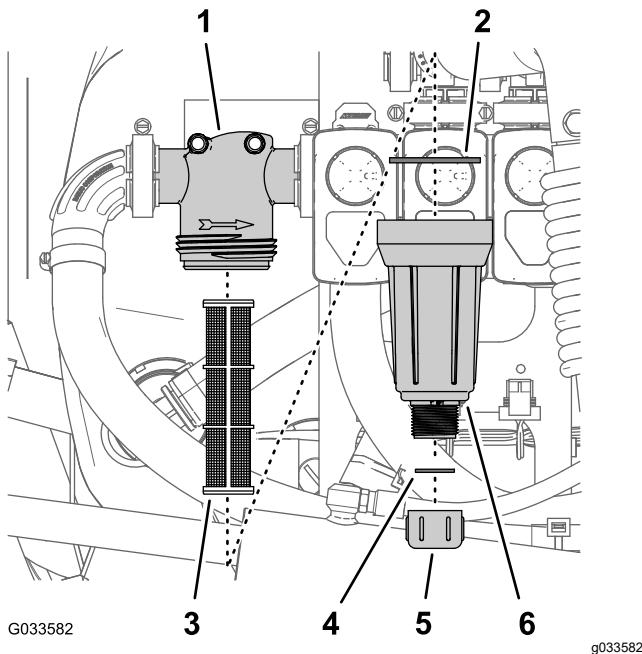

Figure 106
2. Placez un bac de vidange sous le filtre de pression (Figure 106).
3. Tournez le bouchon de vidange dans le sens antihoraire et retirez-le de la cuvette du filtre de pression (Figure 106).
4. Tournez la cuvette dans le sens antihoraire et déposez la tête du filtre (Figure 106).
5. Retirez l'ancien élément du filtre de pression (Figure 106).
6. Contrôlez l'état et l'usure du joint du bouchon de vidange (à l'intérieur de la cuvette) et du joint de la cuvette (à l'intérieur de la tête du filtre) (Figure 106).
7. Placez le nouvel élément filtrant dans la tête du filtre de pression (Figure 106).
8. Vissez la cuvette sur la tête du filtre et serrez-la à la main (Figure 106).
9. Vissez le bouchon de vidange sur le raccord au fond de la cuvette et serrez-le à la main (Figure 106).